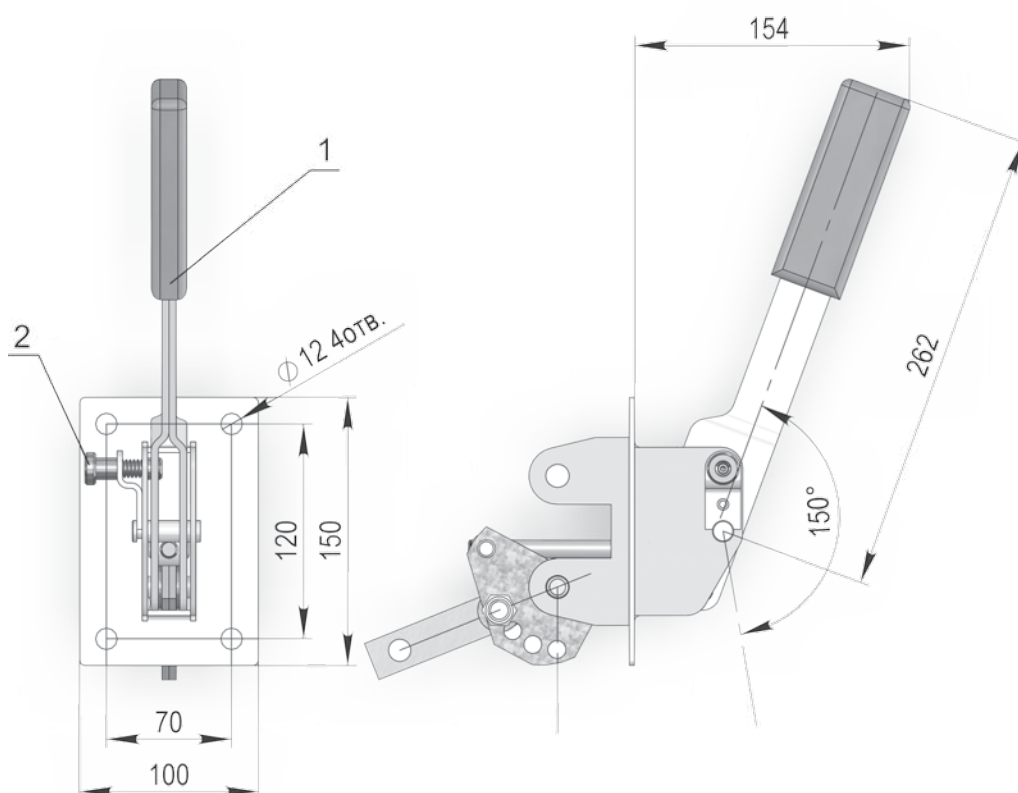

Рис. 4. Привод ПР-10.
5.4. Управление контактными и заземляющими ножами производится отдельными приводами ПР-10 (рис. 4). В конечных положениях рукоятка привода 1 удерживается фиксатором 2. Кроме того, рукоятка привода может запирается с помощью электромагнитного блокировочного или навесного замка. Способ крепления замков (с помощью дополнительных деталей) должен быть выбран при монтаже разъединителя (заземлителя) с приводом в за-